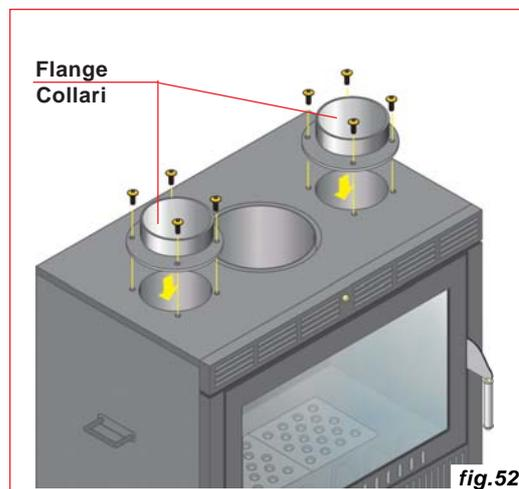

fig.52
- Fissare le flange/collari (fornite in dotazione) con le relative viti (fig.52).